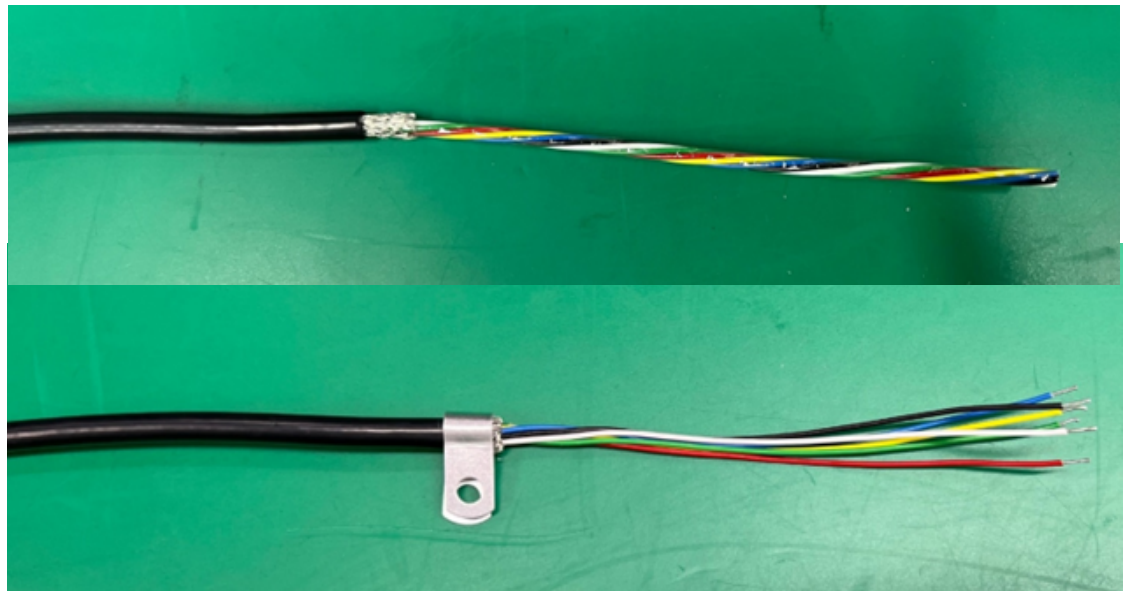

Abbildung 2-28: Wägezellenkabel mit Bajonettverschluss
- Schieben Sie die Erdungsklemme des Terminals über die freigelegte Abschirmungsader (siehe Abbildung 2-28).